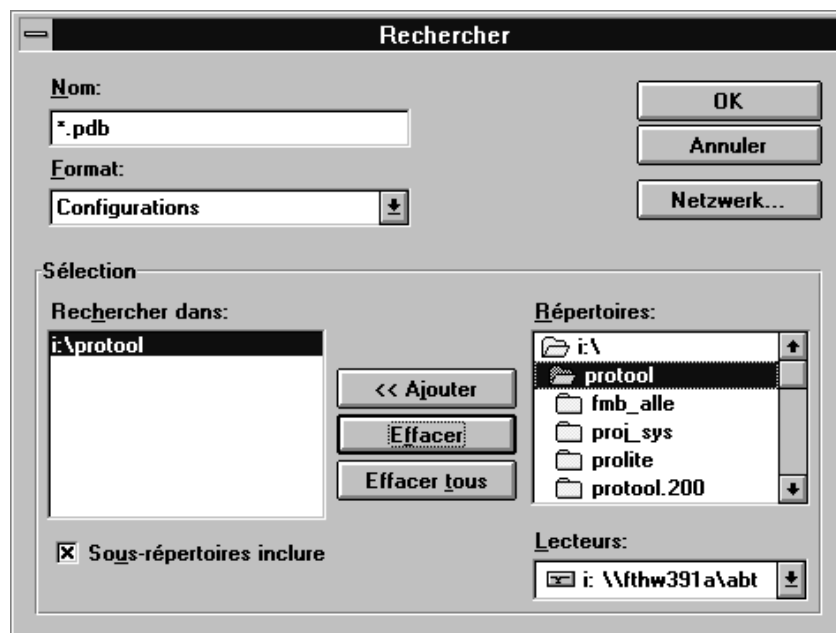
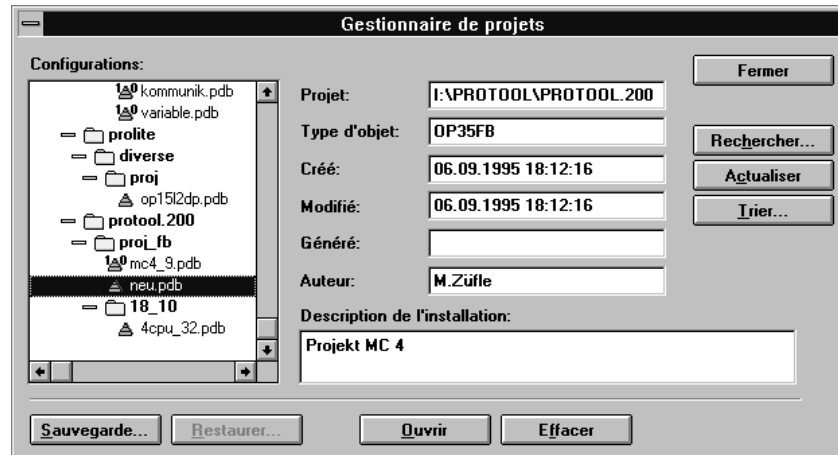

Figure 16-2 La boîte de dialogue Rechercher pour la spécification des critères de recherche
Figure 16-3 La boîte de dialogue Gestionnaire de projets
**Appel** Pour appeler le Gestionnaire de projets, utilisez la commande *Fichier* → *Gestionnaire de projets*. La boîte de dialogue représentée dans la figure 16-2 apparaît lorsque vous appelez le Gestionnaire de projets pour la première fois.
Indiquez sous *Sélection* les lecteurs et répertoires qui vous intéressent. Avec *OK*, vous passez dans la boîte de dialogue représentée dans la figure 16-3. Sélectionnez-y le fichier. Cette boîte de dialogue apparaît également lorsque vous appelez le Gestionnaire de projets une nouvelle fois. Le bouton *Rechercher* vous fait revenir dans la boîte de dialogue de la figure 16-2 .